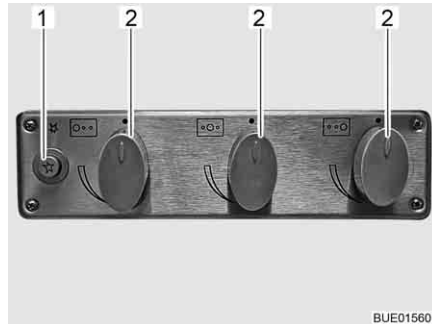

Bild 168 Reglage, knappar för gasspis
- Vrid vridregulatorn (Bild 168,2) till önskad låga till tändningsläge (stor låga).
- Tryck på tryckknappen (Bild 168,1). Automattändningen alstrar tändgnistor. Ett klickande ljud hörs.